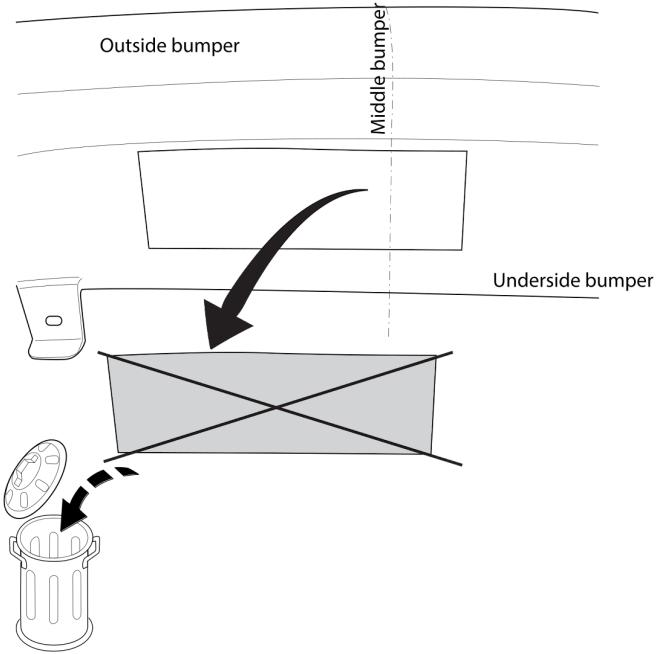

Fig. 3
- Выпилить часть из бампера в середине снизу, как указано на рис. 3.